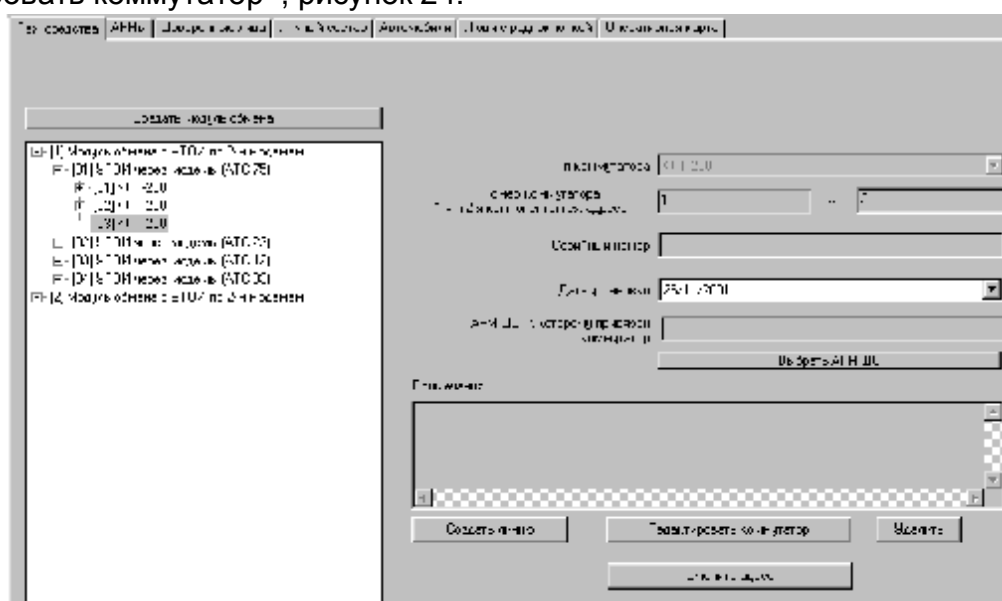

Рисунок 24
Установить маркер на введенный КН и нажать в правом окне кнопку «Редактировать коммутатор», рисунок 24:
4.3.3 Ввод, корректировка и удаление данных по абонентской линии осуществляется следующим образом. В закладке «Технические средства» установить маркер на требуемый номер коммутатора, выбрать нужный КН и нажать в правом окне кнопку «Создать линию» (рисунок 24).